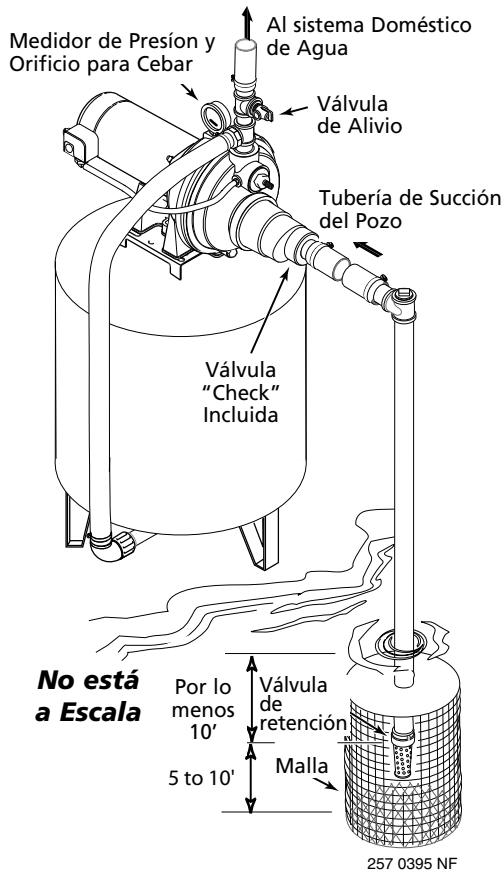

Figura 7 – Instalación para Agua Superficial
3. Instale una válvula de retención y la tubería de succión (Vea la Figura 7). Asegúrese que la válvula de retención funcione libremente. Utilizar cinta selladora de PTFE para roscas de tubería sobre las juntas roscadas de la tubería. Proteja la conexión de la válvula de retención de peces, basura, etc. con la instalación de una malla de alambre a su alrededor (Vea la Figura 7).
5. Instale una "T" para cebiar, tapón para cebiar y la tubería de succión a la bomba (Vea la Figura 7). Soporte la tubería para que no haya inclinaciones verticales o hundimientos en ella a fin de que no ejerza tensión sobre el cuerpo de la bomba y con el propósito de que no se incline ligeramente hacia arriba desde el pozo hacia la bomba (los puntos altos pueden ocasionar que se formen bolsas de aire que pueden bloquear la bomba). Sellar las juntas de la tubería de aspiración con cinta selladora de PTFE para roscas de tubería. Las juntas deben ser a prueba de agua y estar herméticamente cerradas. Si la tubería de succión pudiera succionar aire, la bomba no podría sacar agua del pozo.